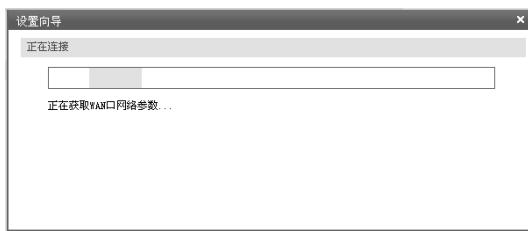

图4-10 上网方式-动态IP连接
2)如果上网方式为动态IP，即可以自动从网络服务商处获取IP地址，则不需要填写任何内容。图4-10为动态IP连接界面。如果在此连接过程中，您关闭了设置向导，该接口的配置工作仍会在后台进行。